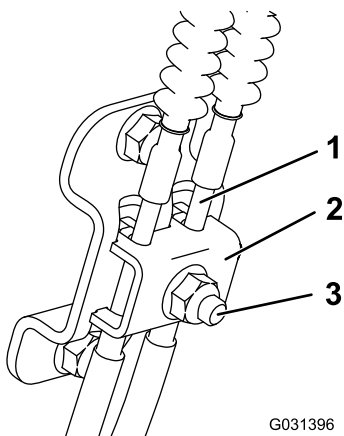

Figure 50
4. Desserrez le boulon qui se trouve sur le serre-câble, du côté gauche de la machine (Figure 50).